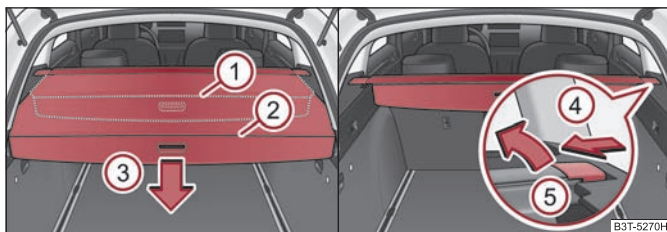

Fig. 84 Maletero: Cubierta del maletero enrollable / desmontar la cubierta del maletero enrollable
- Tire de la cubierta enrollable del maletero hasta el tope en posición asegurada ② ⇒ fig. 84.
- Presione la cubierta en la zona del asidero en el sentido de la flecha ③ ⇒ fig. 84; la cubierta se enrollará automáticamente en la posición ①. Presionando nuevamente, se enrolla completamente la cubierta.
- Para el transporte de equipaje voluminoso se puede desmontar completamente la cubierta enrollable del maletero, presionando para ello en el lado de la barra transversal en dirección de la flecha ④ ⇒ fig. 84 y quiete la cubierta con un movimiento en dirección de la flecha ⑤.
- Abra la tapa del maletero. La cubierta enrollable del maletero se enrolla automáticamente en la posición ① ⇒ fig. 84.
- Presionando la cubierta en la zona de la empuñadura en la dirección ③ se enrolla totalmente la cubierta.